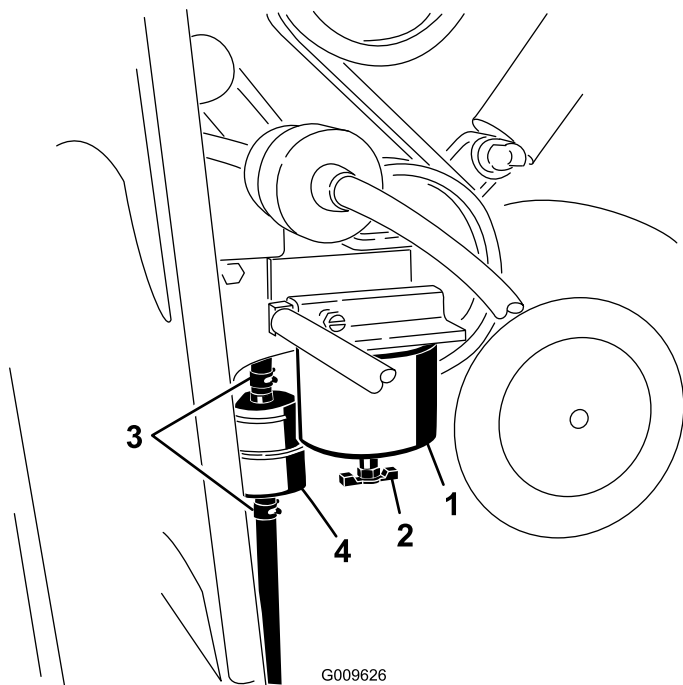

Figura 36
1. Localice el filtro de combustible en el lado derecho del motor (Figura 36) , y coloque debajo un recipiente limpio.
6. Localice el filtro en línea detrás del cartucho del filtro de combustible (Figura 36) y observe la flecha de sentido de flujo impresa en el lateral del filtro en línea.
7. Abra las abrazaderas de cada extremo del filtro en línea y retire los manguitos del mismo (Figura 36). Deseche el filtro.
8. Deslice los manguitos sobre el extremo de un filtro nuevo (Figura 36), asegurándose de que la flecha del filtro apunta en el mismo sentido que en el filtro viejo.
1. Localice los filtros de combustible en el lado derecho del motor (Figura 36) , y coloque debajo un recipiente limpio.
2. Limpie la zona de montaje del cartucho del filtro (Figura 36).
3. Retire el cartucho del filtro y limpie la superficie de montaje (Figura 36).
5. Instale el cartucho del filtro a mano hasta que la junta entre en contacto con la superficie de montaje, luego gírelo media vuelta más (Figura 36).